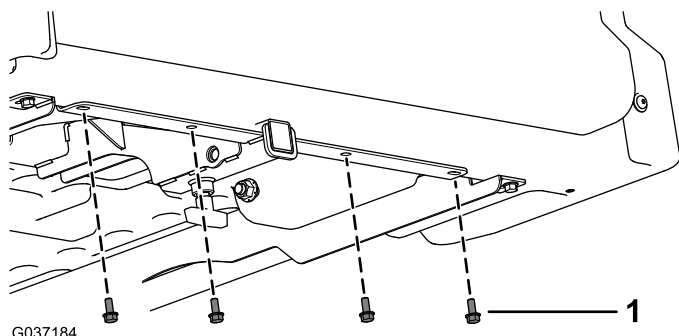

Figura 2
1. Retire os quatro parafusos de cabeça sextavada flangeada (5/16 x 3/4 pol.) da parte inferior da plataforma de carga (Figura 2).